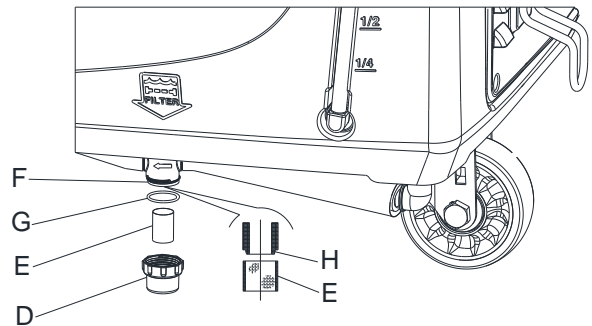

Abb. 5
171. Entfernen Sie die Abdeckung (D, Abbildung 5), dann entfernen Sie das Filtersieb (E). Reinigen und installieren Sie sie auf der Halterung (F).